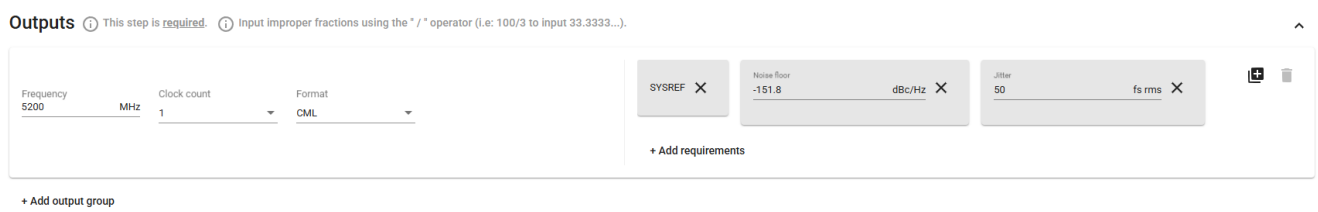

图 9-3. 输出部分
3. 在输出下输入输出规格。将频率设置为 **5200MHz**，时钟计数保持为 **1**，并将格式设置为 **CML**，如图 9-3 中所示。
- iii. 在抖动和本底噪声框中，将抖动和本底噪声设置为 ADC12DJ5200RF 的值，即 **50fs** 和 **-151.8dBc/Hz**，如图 9-3 所示。选择这些目标值是为了放宽时钟性能要求并确保 CTA 提供设计，因为这些示例希望使用 **IC**。提供设计后，可以使用 节 5 对其进行分析